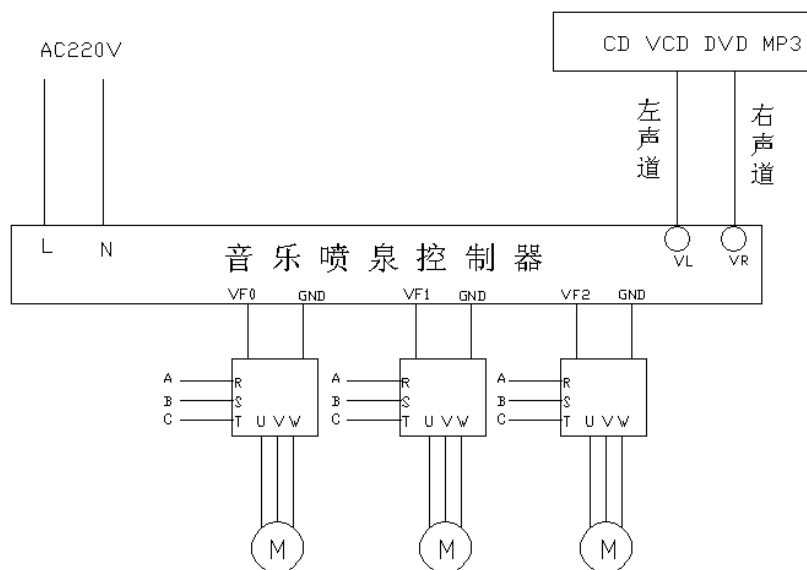

图 5-2 音控喷泉变频驱动接线图
2. VF0, VF1, VF2, GND 接到变频器模拟量电压输入端 (如图 5-2)